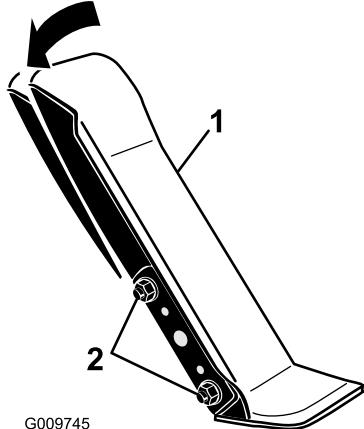

Figura 57
1. Afloje las dos tuercas y pernos que fijan el lado izquierdo del pedal de tracción al soporte (Figura 57).
2. Ajuste el ángulo del pedal y apriete las tuercas (Figura 57).